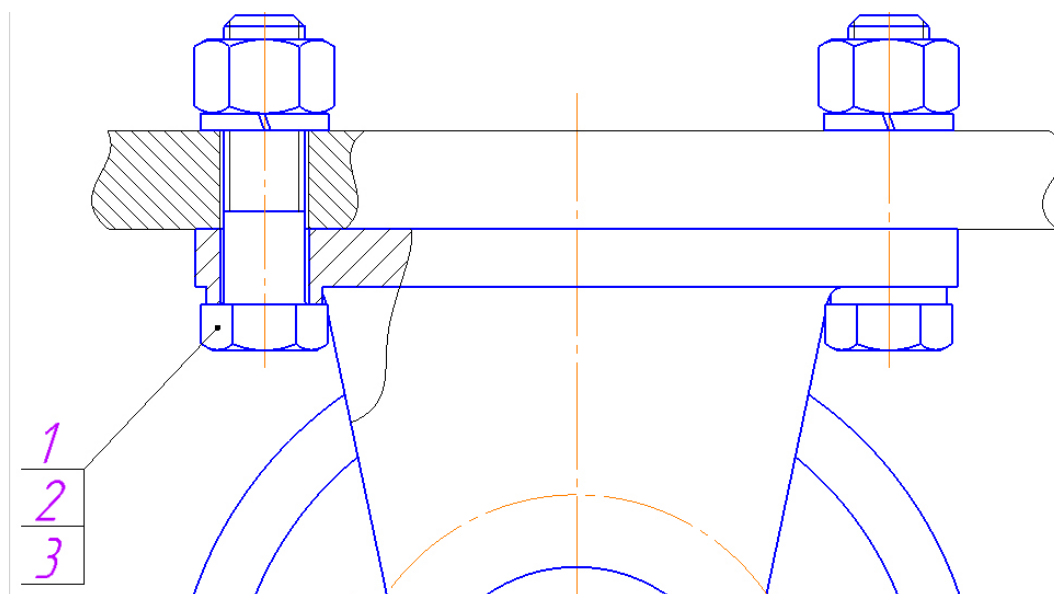

Рис. 4.40. Комплекты болтовых соединений на виде справа
- Разместите второе болтовое соединение указанием двух точек и нажмите кнопку «Создать объект» (рис. 4.40). Аналогично добавляем болтовые соединения на главное изображение. Для этого в области свойств, в правой части окна меняем вид «Спереди» на вид «Сверху» (см. рис. 4.35).